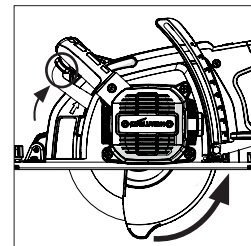

Fig. 18
**Nota:** Todas las máquinas de corte de acero Evolution tienen una protección inferior automática de la hoja (16) con un borde delantero de guía con una forma especial. Esta característica asegura que la protección de la hoja se retraiga con suavidad y sin esfuerzo cuando la hoja de la máquina penetra en la pieza de trabajo. A medida que la hoja sale de la pieza de trabajo, la protección inferior de la hoja regresa automáticamente a su posición normal cubriendo la hoja completamente.
**Nota:** La protección inferior de la hoja se ha diseñado para apartarse (girarse) al inicio de un corte elevando la palanca de retracción de la protección de la hoja (6) para empezar esta rotación, puede ayudar para cortar ciertos materiales. (Fig. 18)